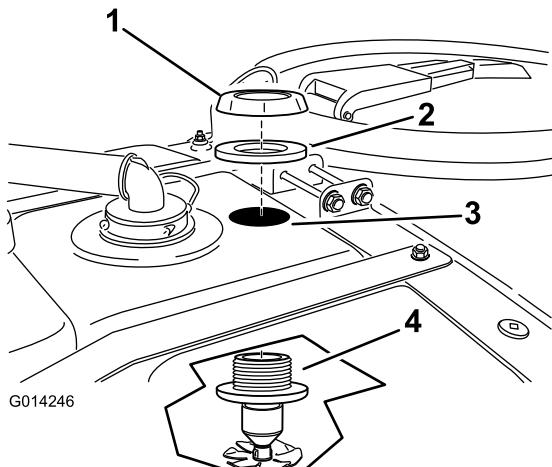

Figura 15
2. Instale un conjunto de boquilla a través del taladro perforado (Figura 15).
3. Instale la junta y la tuerca de plástico con arandela prensada sobre las roscas expuestas del pasamuros situado encima del depósito (Figura 15).